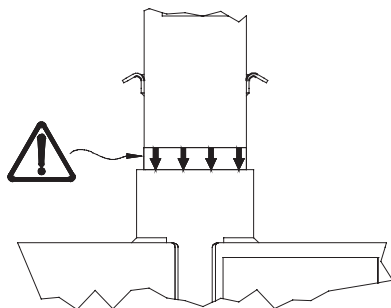

Figure 25. Étiquette de repérage pour l'insertion sur la colonne supérieure 4.7.
6. Lorsque SkyReach est utilisé dans le système de chargement MkII, la colonne supérieure 4.7 peut être utilisée pour fournir un point d'ancrage situé à 4,7 mètres du sol. Si une hauteur de travail supérieure est nécessaire, utilisez plutôt l'adaptateur SkyReach 5.9. Avec cette solution, le point d'ancrage se situera à 5,9 mètres du sol. Les instructions suivantes s'appliquent aux deux solutions, mais les illustrations montrent uniquement la méthode utilisant la colonne supérieure 4.7. Cadre supérieur toujours au sol, insérez la colonne supérieure 4.7/l'adaptateur SkyReach 5.9 dans le cadre supérieur en veillant à ce que l'étiquette servant de repère pour l'insertion soit bien positionnée, voir Figure 25.